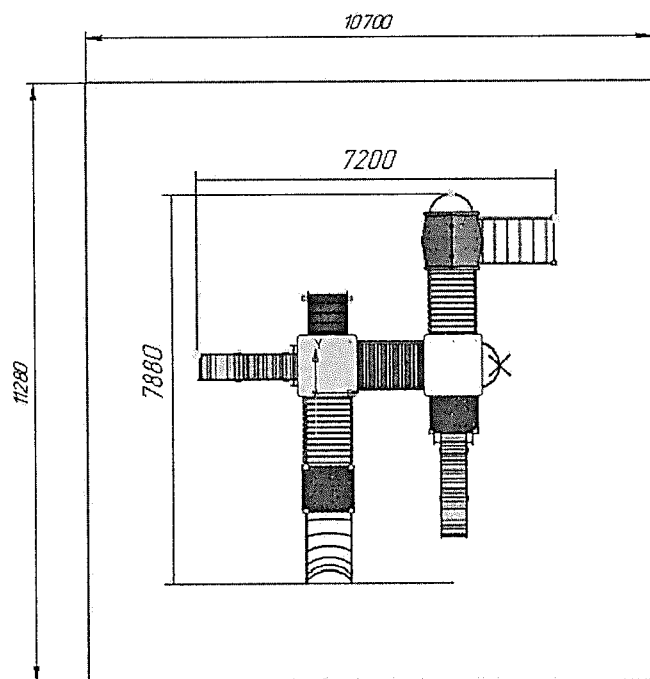

Рис. 6 План с учетом зон безопасности и приземления
17.8. План с учетом зон безопасности и приземления приведен на рис. 6.